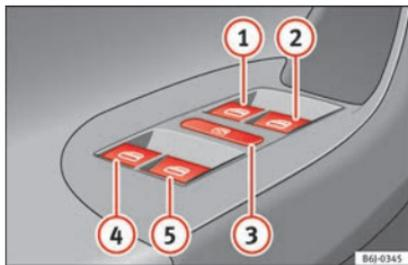

Fig. 87 Détail de la porte du conducteur : commandes pour les glaces avant et arrière (véhicules 5 portes avec lève-glaces électriques avant et arrière).
Les touches » fig. 87 ①, ②, ④ et ⑤ disposent de deux positions pour l'ouverture des glaces et de deux autres pour leur fermeture. Il est ainsi plus simple de contrôler les processus d'ouverture et de fermeture.